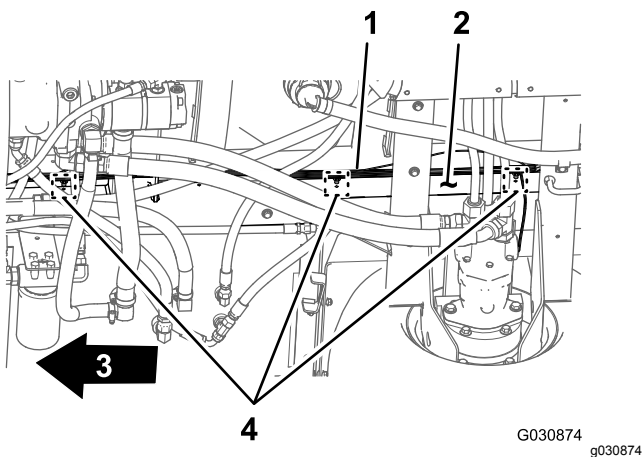

Bild 52
3. Entfernen Sie die drei Eindrückbefestigungen, mit denen der hintere Kabelbaum in den Löchern im rechten Rahmenrohr der Maschine befestigt ist (Bild 52).